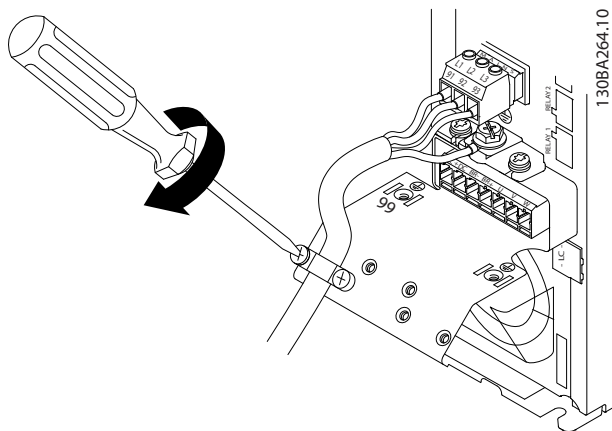

Рисунок 3.11 Установка крепежной скобы
4. Установите крепежную скобу на сетевые кабели и затяните винты, как показано на Рисунок 3.11.